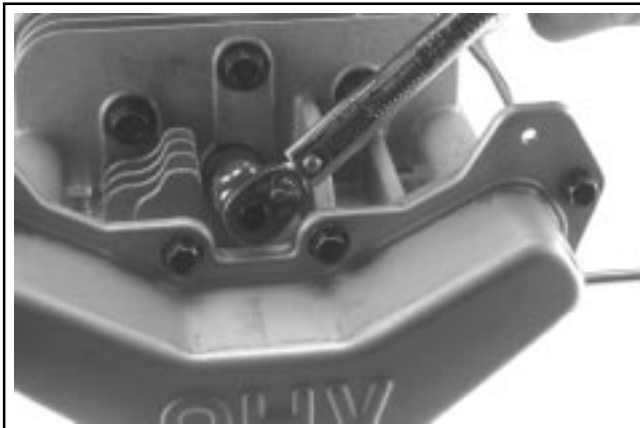

Figure 10-51. Installation de la bougie.
3. Installer la bougie et la serrer à un couple de **24-30 Nm (18-22 ft. lb.)**. Voir la Figure 10-51.